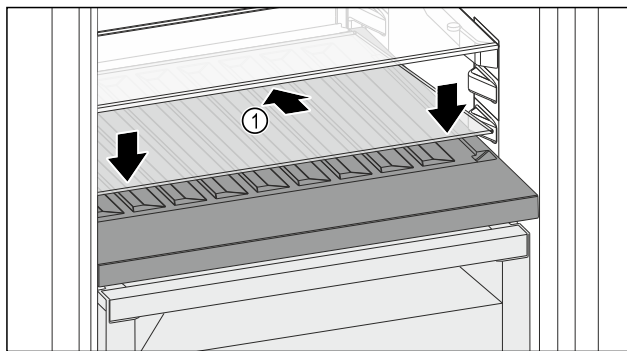

Fig. 111
- Glasplaat Fig. 111 (1) schuin naar achteren en naar beneden plaatsen.
- Glasplaat Fig. 111 (1) aan de voorzijde laten zakken.